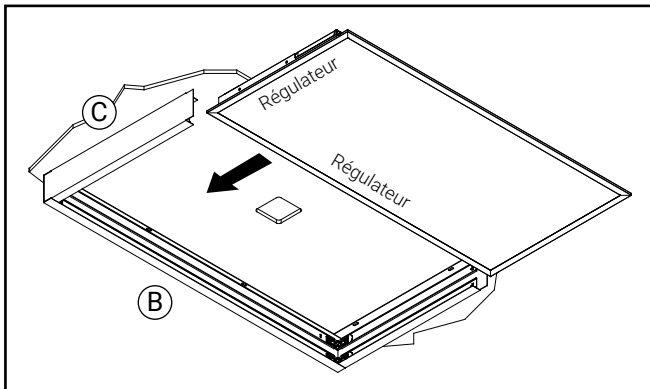

Figure 5.
11. Glissez le luminaire dans la montage de la SMK pour confirmer son ajustement (Figure 5). Insérez toujours le côté pilote du luminaire dans la SMK afin d'orienter le pilote face au panneau B ou C, peu importe la taille du luminaire.